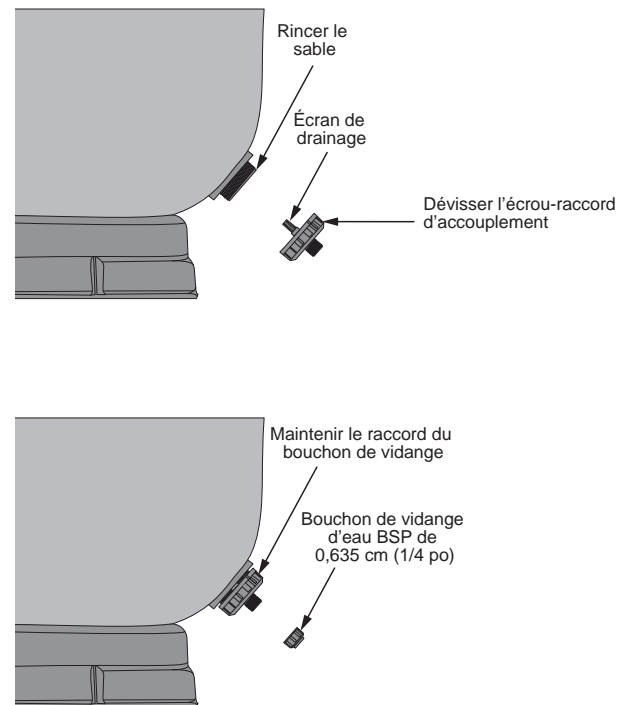

Figure 11. Robinet de vidange
Tout tuyau supplémentaire installé sur le conduit de vidange doit être amovible afin de faciliter le retrait des éléments de drainage. Laissez suffisamment d'espace pour rincer le sable du filtre. Voir **Figure 11**.
- Le plus grand drain de réservoir est un raccord universel. Il est plus facile de retirer le sable sans ce raccord. Cependant, si un morceau de tuyau court est utilisé pour éloigner le sable de la base du filtre, un raccord droit de vidange universel et un écrou-raccord peuvent être utilisés. Voir **Figure 11**.